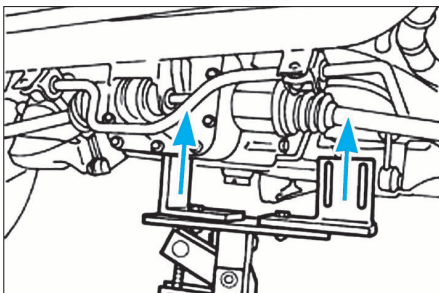

FIG. 23
- Placer un vérin, puis le fixer au différentiel (Fig.23).